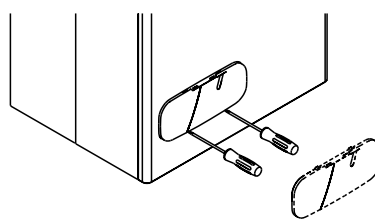

Fig. 3.2
- enlever l'ensemble plastique du panneau de commande (fig. 3.2) en glissant un tournevis dans les 2 fentes du bas, soulevant légèrement l'ensemble en le ramenant vers soi puis en le glissant vers le bas,